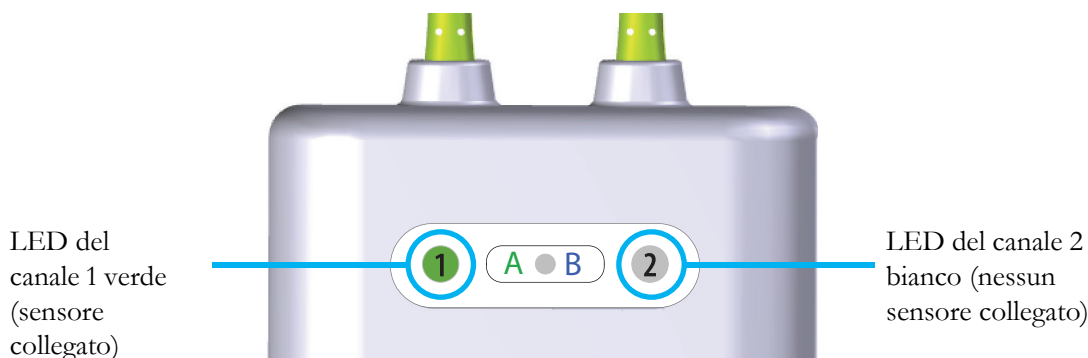

Figura 13-14 Collegamento di un sensore al modulo ForeSight – LED di stato del canale
- 6 Verificare che l'indicatore LED di stato del canale sul modulo ForeSight Elite passi da bianco a verde quando il sensore è completamente collegato. Vedere figura 13-14.